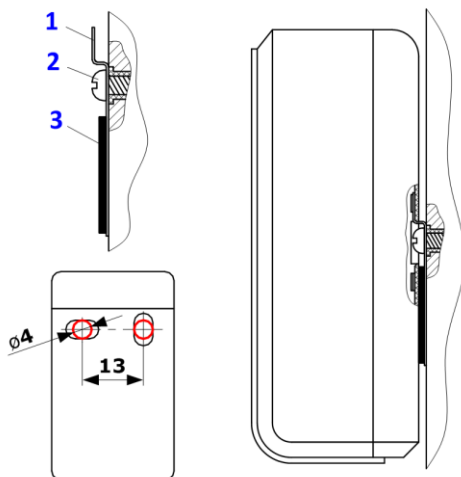

Рисунок 2 - Монтаж блока управления CURD-1 (размеры указаны в миллиметрах)
Для монтажа блока управления в комплекте поставляются кронштейн 1 (Рисунок 2), два дюбель – шурупа 2, клеящаяся двухсторонняя лента 3.
- Закрепить кронштейн 1 (Рисунок 2) дюбель – шурупами 2.